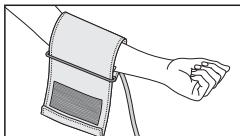

Рис. 7
2. Наденьте манжету на левую руку, при этом трубка должна быть направлена в сторону ладони. Если измерение по левой руке затруднено, то измерять можно по правой руке. В этом случае необходимо помнить, что показания могут отличаться на 5-10 мм рт. ст (рис. 7).